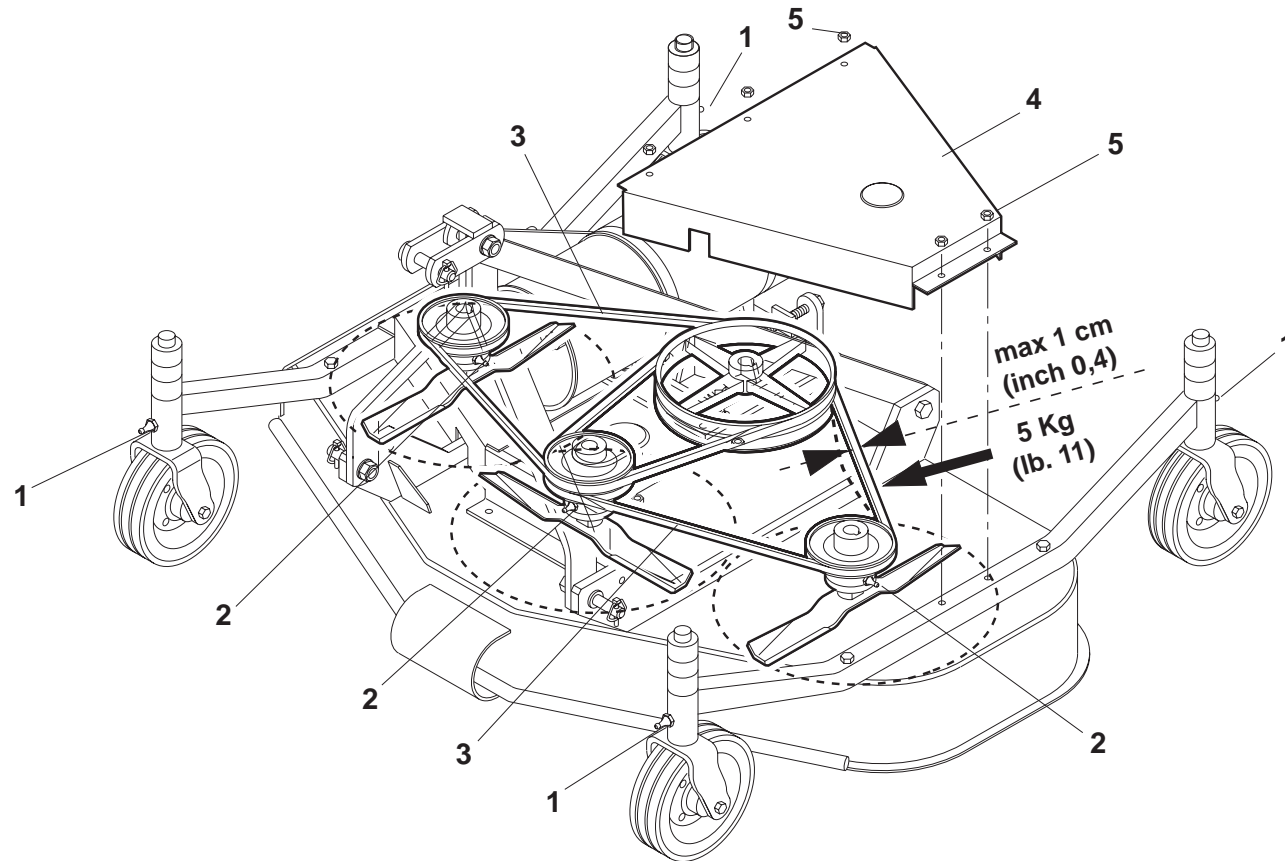

Fig. 17
Periodicamente controllare lo stato di usura delle due cinghie di trasmissione (3 Fig. 17).
*Periodically check the state of wear of the two transmission belts (3 Fig. 17).*
Den Zustand der beiden Triebriemen (3Abb. 17) in regelmäßigen Abständen prüfen.
*Contrôlez périodiquement l'état d'usure des deux courroies de transmission (3 Fig. 17).*
Periodicamente controlar el estado de desgaste de las dos correas de transmisión (3 Fig. 17).
Per fare ciò, è necessario smontare i carter di protezione delle cinghie, i due laterali (4 Fig. 17) e quello centrale, togliendo le viti che fissano gli stessi alla macchina.
*To do this, demount the protective casings from the belts, i.e. the two side casings (4 Fig. 17) and the central one, removing the bolts that fix them to the machine.*
Um dies zu tun, die Schutzdeckel der Keilriemen abnehmen, die beiden seitlichen (4 Abb. 17) und den zentralen, indem man die Schrauben herausdreht, mit denen die Deckel an der Maschine befestigt sind.
*Pour cela il faut démonter les carters de protection des courroies, les deux latéraux (4 Fig. 17) et celui central, en enlevant les vis de fixation.*
Para ello es necesario desmontar los cárteres de protección de las correas, los dos laterales (4 Fig. 17) y el central, quitando los tornillos que fijan los mismos a la máquina.